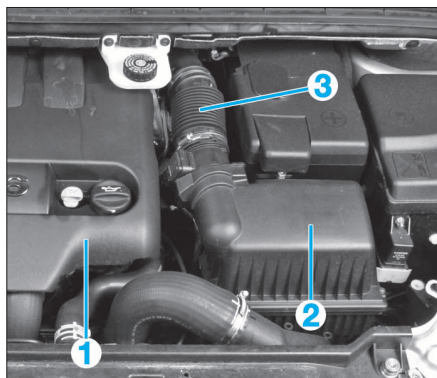

FIG. 25
- Déposer (Fig.25) :
- l'enjoliveur (1)
- le filtre à air (2)
- le raccord de filtre à air (3).